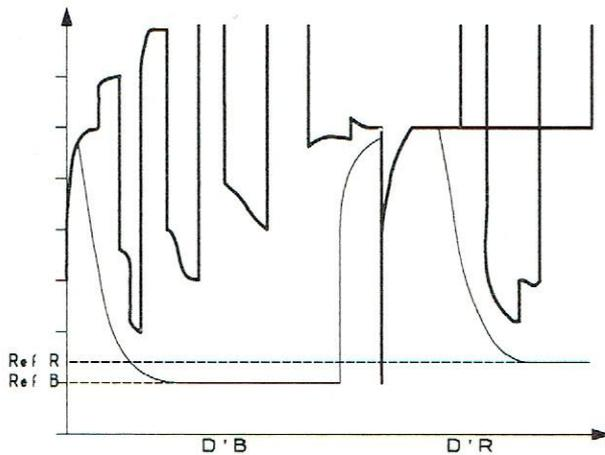

Fig. 1
- Se synchroniser de façon à faire apparaître une ligne bleue et une ligne rouge sur l'écran de l'oscilloscope (voir fig. 1).
- Agir alors sur R3102 pour s'approcher des références de tension relevées ci-dessus. Puis, procéder par tâtonnement pour retrouver les valeurs de références en agissant sur les deux réglages (voir figure 1).